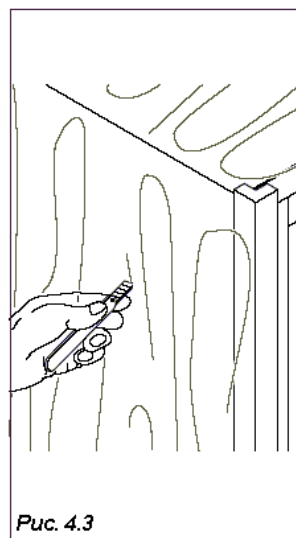

Рис. 4.3
- Освободите автомат от упаковки, разрезав защитную пленку, которой он был обернут, вдоль одного из защитных угловых накладок (Рис. 4.3).